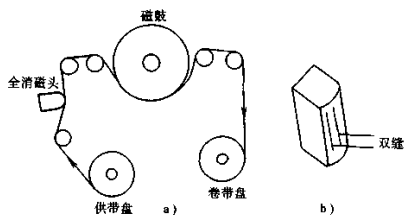

图 6-7 全消磁磁头位置和外形示意图
(1) 工作位置和外形特征。如图 6-7 所示是全消磁磁头位置和外形特征示意图，从图 6-7a 所示中可看出，录像带要先经过全消磁头消磁之后才能进入视频磁头，全消磁头只在记录时进入工作状态，将录像带上的所有剩磁信息消除。